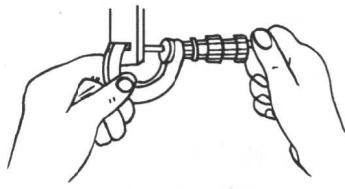

图 1-1 双手测量法
(1) 双手测量法。这种方法一般用于测量放在工作台上或比较容易固定的零件。见图1-1。左手握弓架，先使砧座测量面与工作物表面接触，用右手旋转活动套管，待测杆量面与工作物表面相距很近但未接触，改旋棘轮手柄，直到测杆量面与工作物表面接触，并听到棘轮发出“喀、喀”的空转声为止，将定位环向外旋转紧住测杆，并读出数值。然后将定位环松开，使测杆量面离开工作物表面后再取下千分尺。